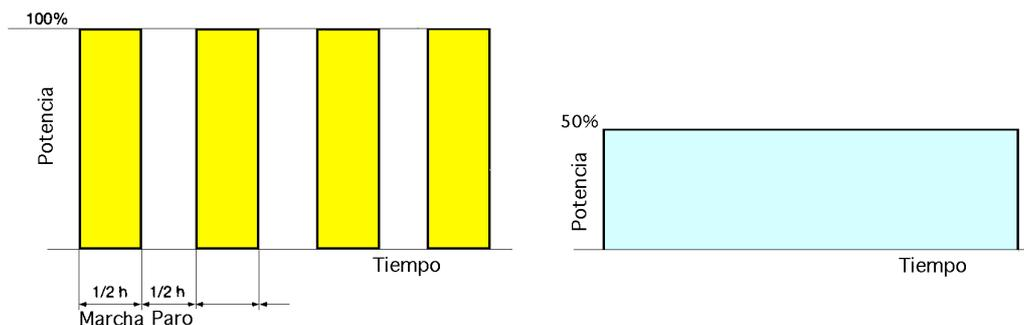

Fig III.20.- a) Comportamiento teórico del funcionamiento de un quemador de una etapa, de potencia 100%
Si se utiliza un quemador de una sola etapa (1 llama) y el calibrado de la boquilla se ha hecho para una potencia del 100%, el comportamiento de funcionamiento sería el indicado en la Fig III.20.a, observándose que el quemador funciona discontinuamente, por lo que existe un exceso de potencia del 50%, el tiempo de paro es largo y el rendimiento estacional η_{est} es bajo.
a) Sustituir la boquilla por una calibrada al 50% de la potencia, Fig III.20.b, por lo que el quemador funcionaría en forma continua.